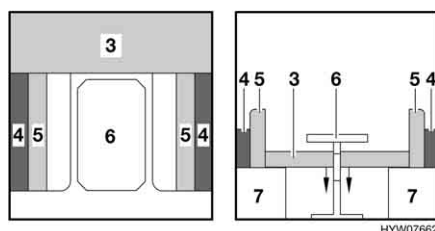

Fig. 77 Durante la trasformazione
- Inclinare il tavolo verso il basso fino all'altezza del cassone letto (Fig. 77,7). Chiudendolo si deve sentire un leggero clic.